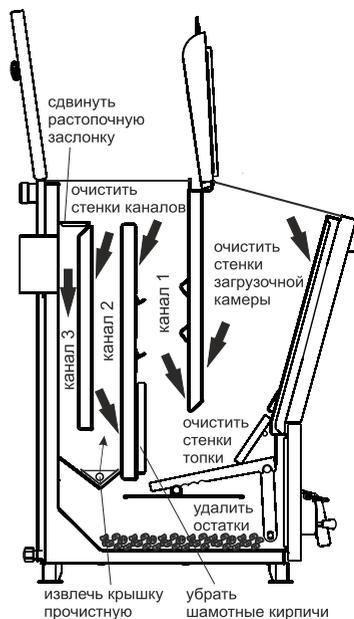

Рис.8 Схема чистки котла
7.3.3. Чистку котла от смолистых отложений и сажи рекомендуется производить на прогревом 80°С теплоносителе в котле **по мере загрязнения**, но не реже одного раза в три месяца в следующей последовательности (см.Рис.8):